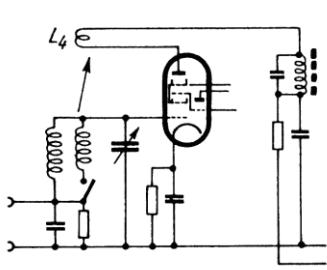

Bild 4. Die Mischröhre mit Rückkopplung auf den Eingangskreis
1) Rückkopplung auf den Eingangskreis. Während es bei Gleichlaufabstimmung erwünscht ist, daß der Eingangskreis keine allzu scharfe Abstimmung aufweist, da sonst die über größere Bereiche ohnedies schwer erfüllbaren Anforderungen nicht beherrscht werden können, ist bei der Einzelabstimmung eine höhere Abstimmbarkeit nicht störend. Dabei ergibt sie aber eine ganz außerordentliche Erhöhung der am Gitter zur Verfügung stehenden Spannung und eine gleichzeitige ebenso außerordentliche Verbesserung der Gesamttrennschärfe, Spiegelwellensicherheit und Kreuzmodulationsfestigkeit. Die Einführung der Rückkopplungsspule in den Anodenkreis der Mischröhre geht aus Bild 4 hervor. Im Versuchsgert, bei dem der Eingangskreis mit der DKE-Spule aufgebaut war, bestand die Rückkopplungsspule aus einem Bakelitrohr von 30 mm Länge bei 10 mm Durchmesser mit 35 Windungen 0,1-mm-Draht. Sie wurde in die DKE-Spule eingeschoben und mit zwei kleinen Holzkeilen festgelegt. Es zeigt sich nämlich, daß der Dämpfungsgang der kapazitiven Antennenkopplung günstig entgegenwirkt, so daß diese fest eingestellt werden kann. Sollte beim Nachbau der Wunsch bestehen, die Empfangsleistung bis zur „Angeberei“ auf die Spitze